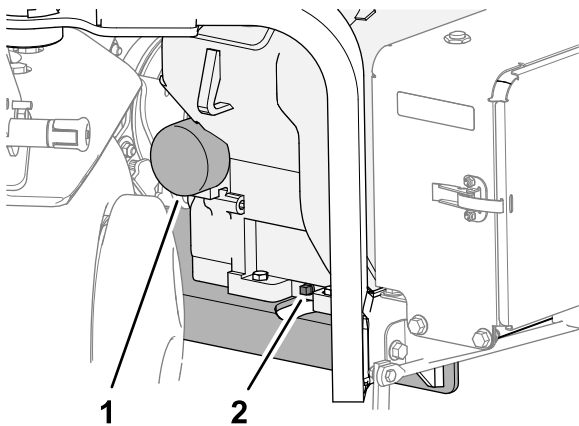

Figure 161
- Placez un bac de vidange sous le bouchon de vidange et retirez le bouchon (Figure 161).
- Placez un bac de vidange peu profond sous le filtre à huile et enlevez le filtre (Figure 161).
- Vissez le filtre à huile sur l'adaptateur jusqu'à ce que le joint touche l'adaptateur (Figure 161), puis serrez encore le filtre d'un demi tour.